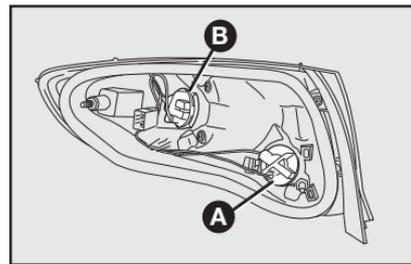

fig. 48
A-fig. 48: Luz de giro trasera.
B-fig. 48: Luz de posición trasera/luz de freno.
1) Para sustituir la lámpara de la luz de giro, gire en sentido antihorario la tapa portalámpara **A-fig. 48**, empuje un poco la lámpara y gírela en sentido antihorario. En seguida, sustituya la lámpara y recoloque la tapa portalámpara, girándola en sentido horario.
2) Para sustituir la lámpara de la luz de posición/freno, gire en sentido antihorario la tapa portalámpara **B-fig. 48**, empuje un poco la lámpara y gírela en sentido antihorario. En seguida, sustituya la lámpara y recoloque la tapa portalámpara, girándola en sentido horario.